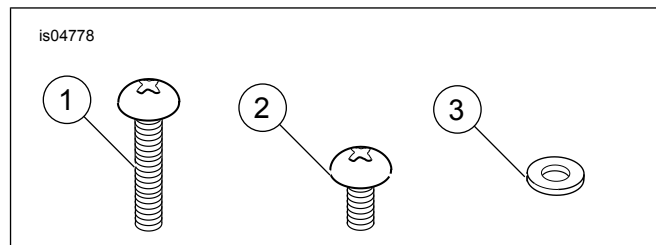

Figure 1. Mga Pamalit na Piyesa: Kit ng Hardware ng Housing ng Switch
Tingnan ang Figure 1 at Talahanayan 1.
3. Tingnan ang Figure 1. Para sa pang-itaas ang pang-ibaba na clutch lever at harapang mga clamp ng housing ng brake lever, gumamit ng mga turnilyo (1) na may mga washer (3). Higpitan alinsunod sa naaangkop na Manwal ng Serbisyo.
4. Para sa mga housing ng takip ng switch, gumamit ng mga turnilyo (2). Higpitan alinsunod sa naaangkop na Manwal ng Serbisyo.